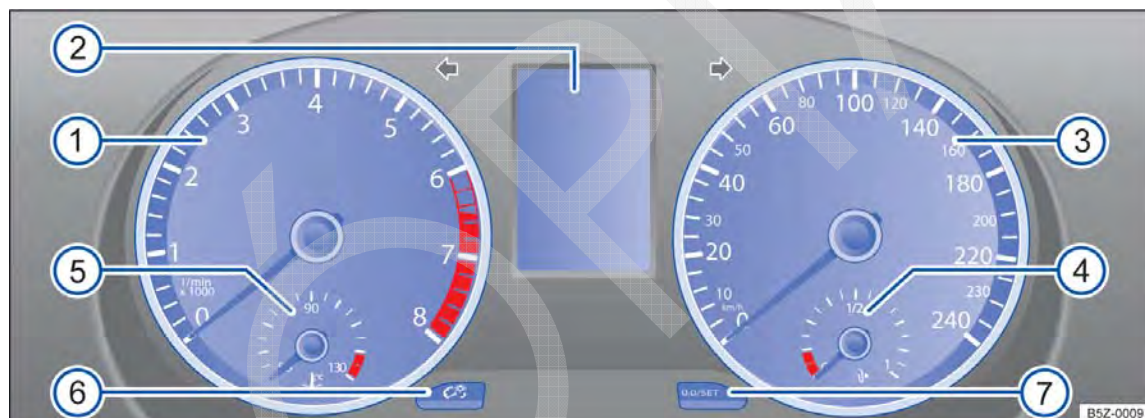

Fig. 9 Instrumento combinado no painel de instrumentos.
Significado dos instrumentos → Fig. 9:
O indicador do intervalo de serviço aparece no display do instrumento combinado → Fig. 9 ②.